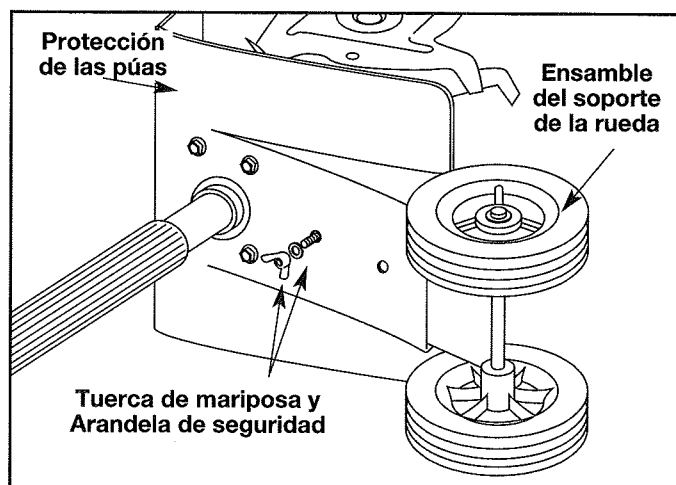

Fig. 2
1. Con la unidad sobre su lado, coloque el ensamble de soporte de la rueda en el lado inferior de la protección de las púas (Fig. 2).
3. Instale una arandela de seguridad y una tuerca de mariposa en cada uno de los pernos de la parte superior de la protección de las púas (Fig. 2).